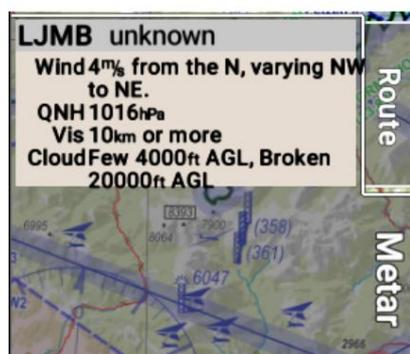

Abbildung 4.5: Beispiel für METAR-Informationen entlang der Route.
- Ein Fingertipp auf den Metar-Tab erfasst aktuelle METAR-Informationen von Felder in der Nähe des Routenverlaufs und stellt diesen in Listenform dar. Für diesen Befehl ist entweder ein Internetzugang oder eine aktive FIS-B-Link-Verbindung erforderlich. Abbildung 4.5 zeigt ein Beispiel.